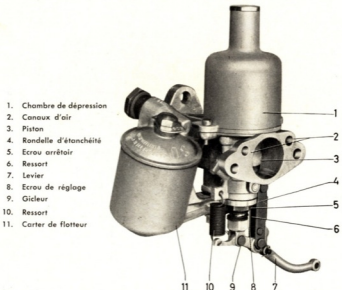

Fig. 6. Carburateur arrière vu du côté du carter de flotteur.
Le gicleur est pressé vers le haut par le ressort (10, fig. 6) pour le levier, de façon à ce que la partie inférieure du gicleur repose contre l'écrou réglable (8), lequel est arrêté à sa position par le ressort (6). A l'aide de cet écrou et étant donné que l'aiguille à carburant est conique que la quantité de carburant passante peut être réglée.
Vérifiez lors du montage des filtres à air à ce que ceux-ci ainsi que leurs joints soient tournés correctement. Les canaux d'air (2, fig. 6) ne doivent pas être bouchés.
1. Vissez l'écrou de réglage (8, fig. 6) le plus possible contre le corps de carter.
2. Assurez vous que l'écrou arrêtoir (5) est débloqué. Dans le cas contraire, débloquez le.